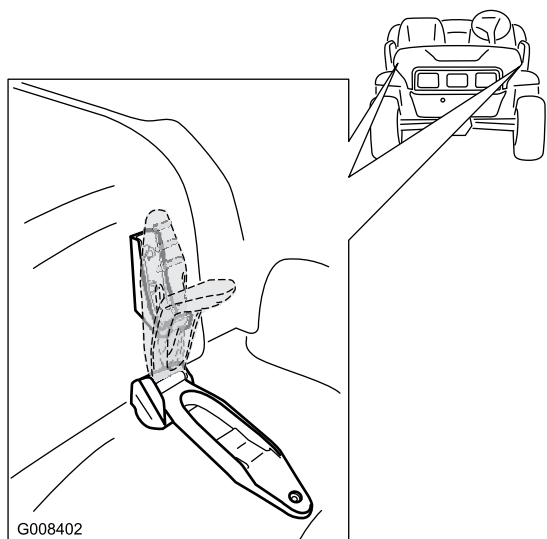

Figura 24
1. Allentate le linguette di gomma sui due lati del cofano (Figura 24).